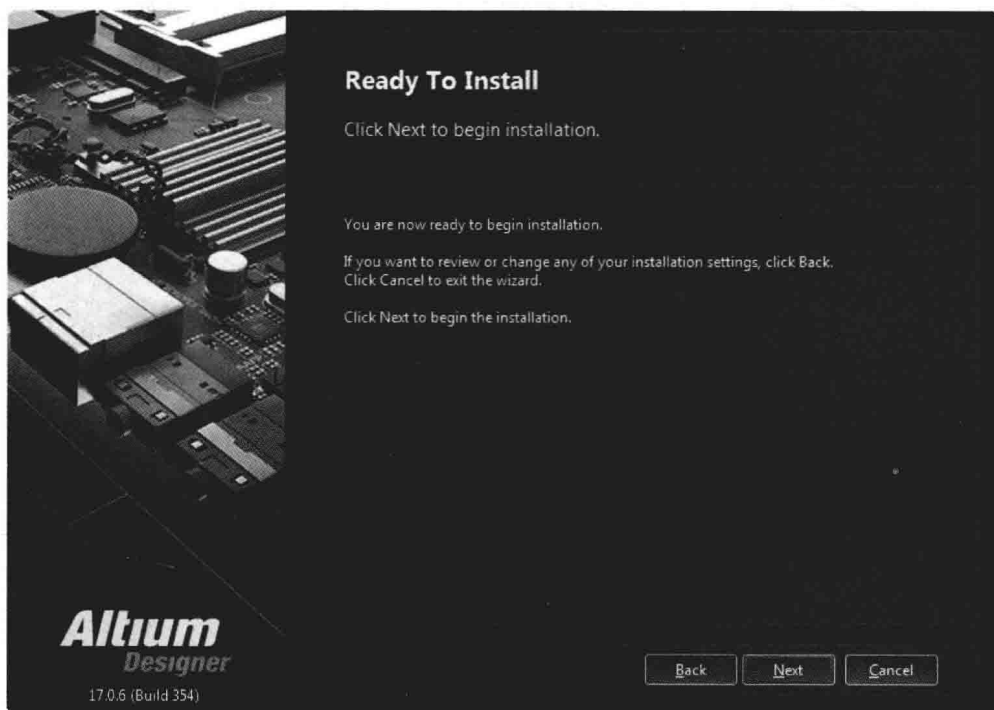

图 1-5 准备安装对话框
5) 单击 Next 按钮，进入如图 1-5 所示的准备安装对话框。如果需要修改之前的设置，可以单击 Back 按钮，返回到之前的步骤进行修改。如果无须更改，则进入下一步。